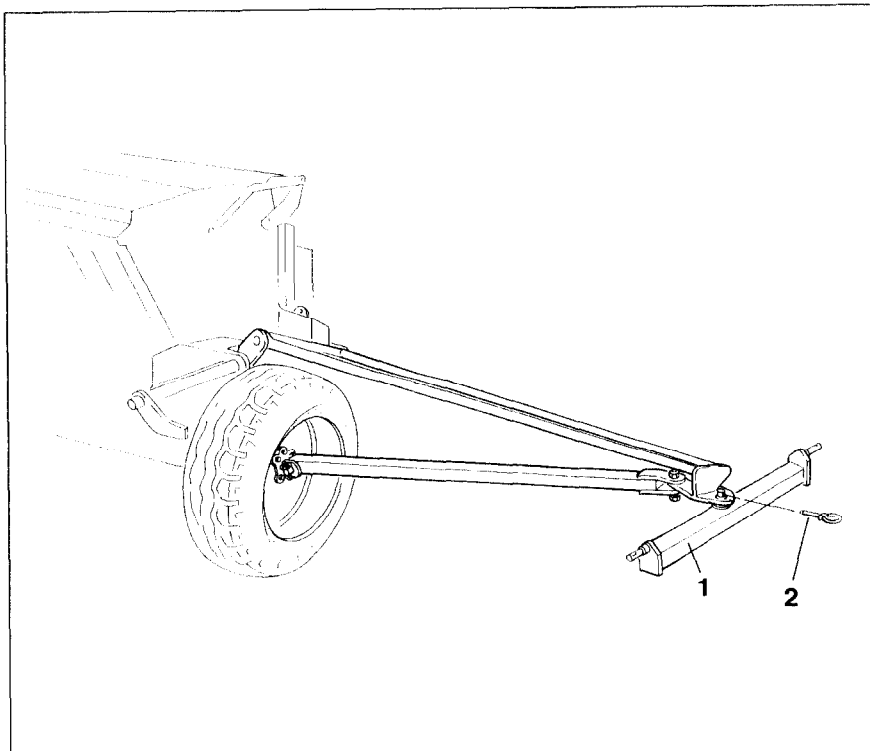

Fig. 20.10
- Introduisez la barre d'attelage pivotante (fig. 20.10/1) par en-dessous, dans le logement de fixation du timon et verrouillez avec la goupille agricole (fig. 20.10/2).